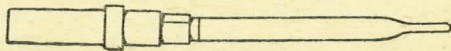
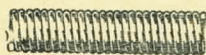

Рис. 47. Ударник
Рис. 48. Пружина
**92. Ударник** (рис. 47) разбивает капсюль. Он помещается в канале затвора и удерживается в нем шпилькой. Ударник имеет: на передней части — **боек**, на задней — **выемку** для прохода шпильки ударника. На среднюю часть его надевается **пружина ударника** (рис. 48), которая служит для отвода ударника в заднее положение, чтобы боек не выступал из-за чашки затвора.